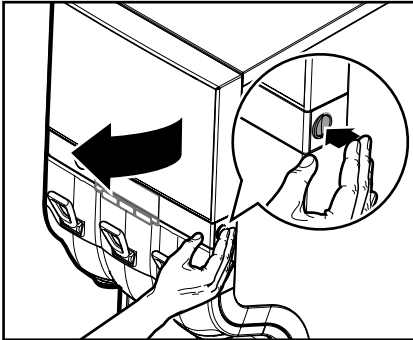

Fig. 18
1. Open the dispenser door (fig. 18).